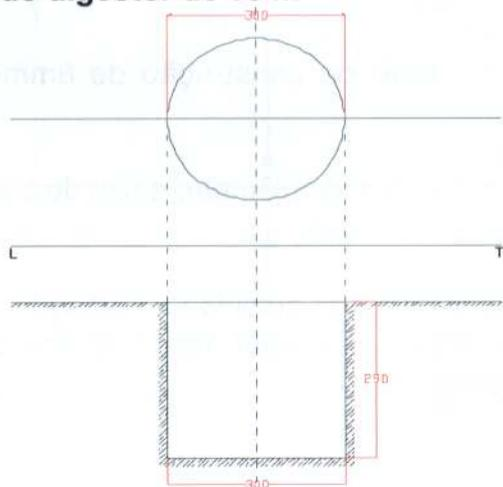

Figura 3 : Cavidade para digestor de biogás de 10 m^3
- ❖ Siga as instruções abaixo e a figura 3.